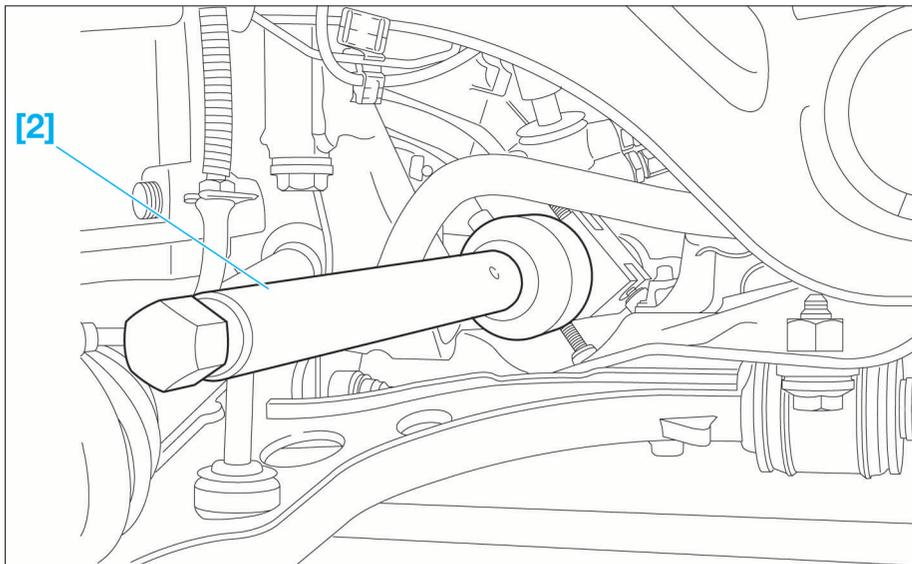

FIG. 12
- Déposer la biellette de direction, à l'aide de l'outil [2] (clé ref. 0721.A) (Fig.12).